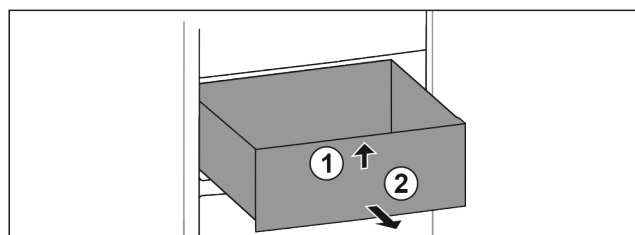

Fig. 78
- ▶ Підняти висувний ящик спереду. Fig. 78 (1)
- ▶ Вийняти висувний ящик рухом вперед. Fig. 78 (2)